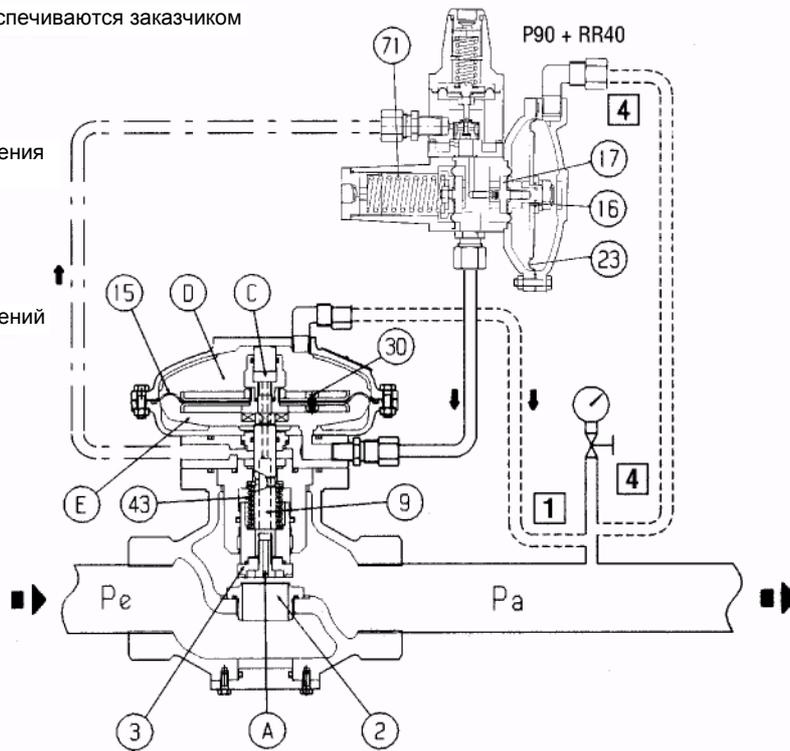

Рис. 1
1.2 ПРИНЦИП ДЕЙСТВИЯ (РИС. 1)
Если, например, в ходе работы, имеет место уменьшение выходного давления P_a (по причине увеличения требуемого расхода или уменьшения входного давления) происходит нарушение равновесия подвижной группы 16 пилота, которая смещается, вызывая увеличение степени открытия запорной части 17. Как следствие также увеличивается значение командного давления P_m , которое, воздействуя в камере E из-под мембраны 15 (рис. 1), обуславливает смещение запорной части 3 вверх и следовательно открытие регулятора до восстановления предварительно заданного значения регулируемого давления.